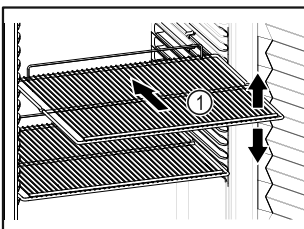

Fig. 50 Atvaizdo pavyzdys
- ❑ Jei pastatymo groteles Fig. 50 (1) galima perkelti, pritaikykite atsižvelgdami į aukštį.